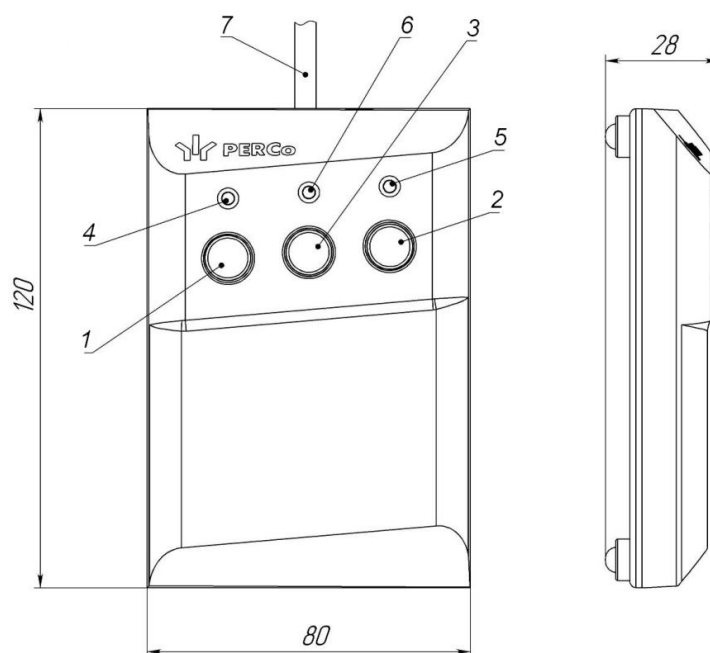

Рисунок 5. Общий вид и габаритные размеры ПДУ (15)
ПДУ (15) выполнен в виде небольшого настольного прибора с гибким многожильным кабелем в корпусе из ударопрочного АБС-пластика. ПДУ предназначен для подачи команд оператором при ручном режиме управления турникетом. Общий вид ПДУ показан на рис. 5.